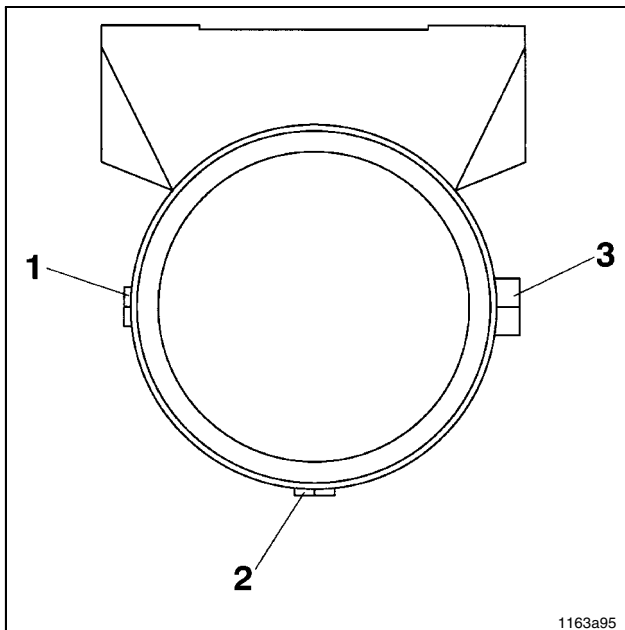

Fig. 10 Disposition des éléments de pompe
- Desserrer le contre-écrou (2, fig. 10) en maintenant le corps de l'élément de pompe (3) à l'aide d'une clé de serrage.
¹⁾ Toutes les positions indiquées font référence à la fig. 10.